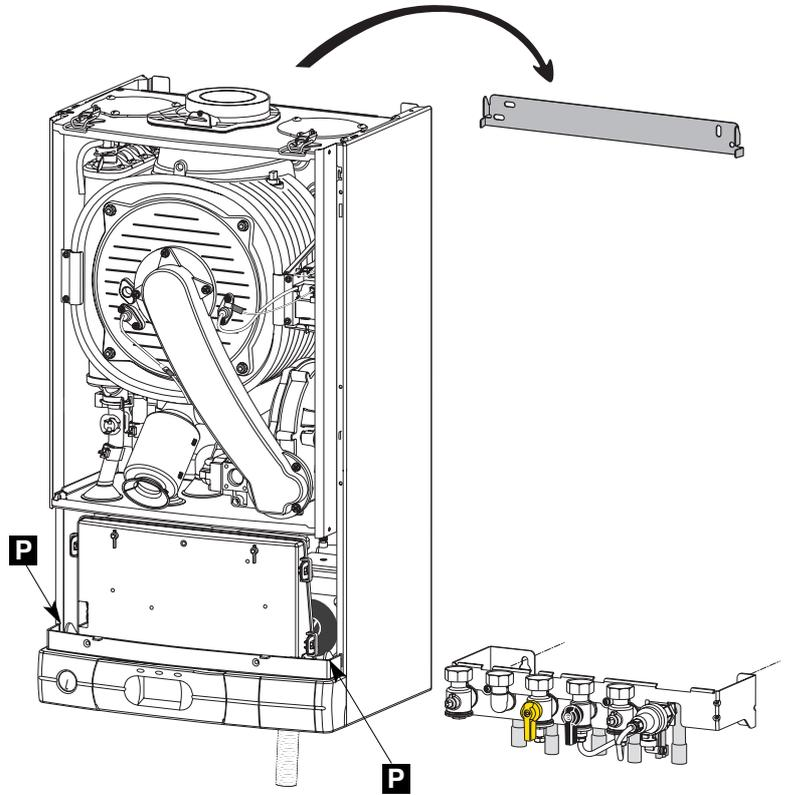

Fig. 9
- présenter la chaudière sur sa patte d'accrochage, la laisser descendre en appui sur celle-ci (fig. 9)